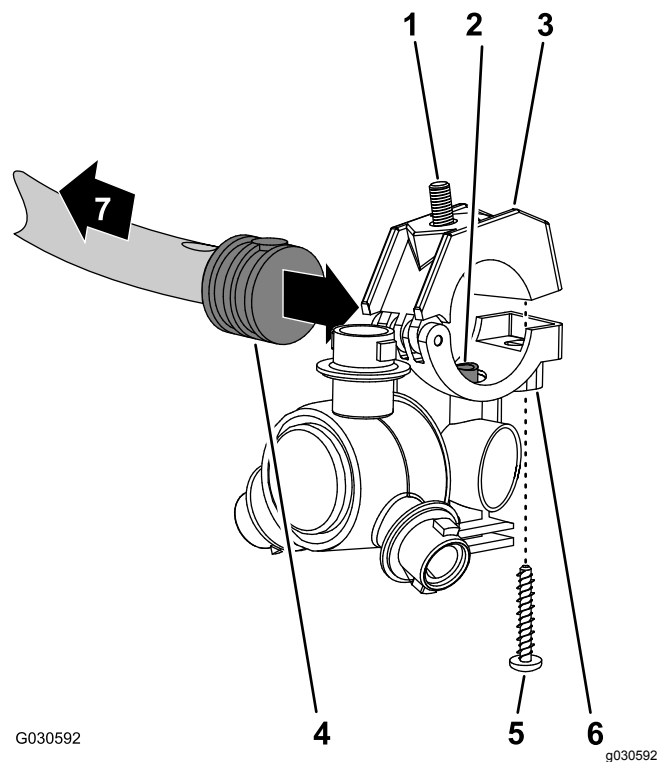
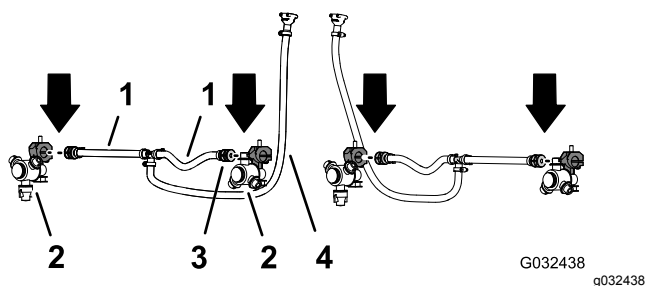

図 80
図 81
1. 12 3本boom用のノズルホースを取り外す (ページ 29)で取り外した散布ノズルについて、クランプの上半分をサドルに固定しているステンレスねじを外す (図 80)。
2. センターboomスプレーバルブ5または6用のホースアセンブリ25cmの端部についている片側バーブ付きホースシャंकの側面にある穴を探し出す図 80 と図 81。
3. ノズルのサドルに付いているトランスファチューブ 図 80 を、片側バーブ付きホースシャック 1/2" の穴に合わせる。
4. バーブ付きホースシャックにホースクランプの上半分をセットし、クランプとノズルボディ 図 80 を、ステンレスねじ #12 x 1 1/4" で固定し、2.262.82 N·m 0.250.3kg·m = 2025in·lb にトルク締めする。
5. センターブーム用のもう一方のホースアセンブリ スプレーバルブ5または6の片側バーブ付きホースシャックに対してステップ 2 4 を行う 図 80 と 図 81。